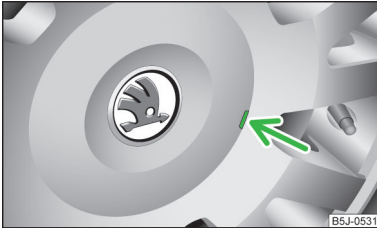

Abb. 136
- Vorsichtig die Radzierkappe mithilfe des Drahtbügels aus dem Bordwerkzeug abbauen » Abb. 136.